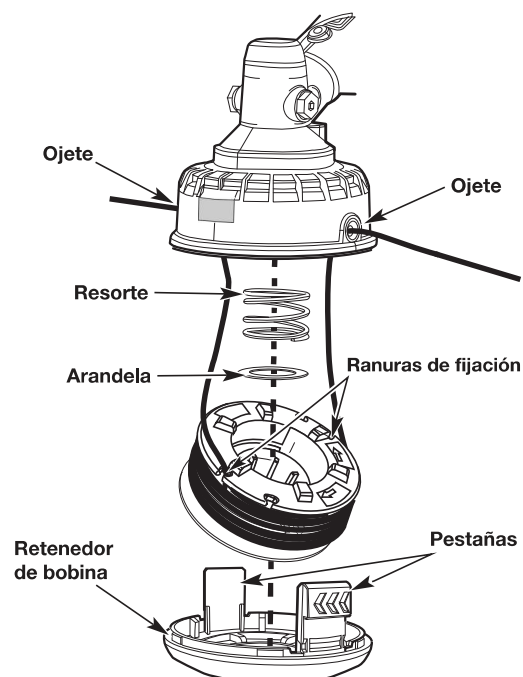

Fig. 14
1. Empuje hacia adentro las pestañas que tiene a los lados del retenedor de a bobina y tire de ellas para extraerlo (Fig. 14).
5. Coloque el retenedor de bobina ejerciendo presión sobre las pestañas en las ranuras y empujando la bobina hacia abajo hasta que el retenedor de bobina haga clic en su lugar (Fig.14).
6. Coloque las cuerdas en las ranuras de fijación de la bobina (Fig. 14).